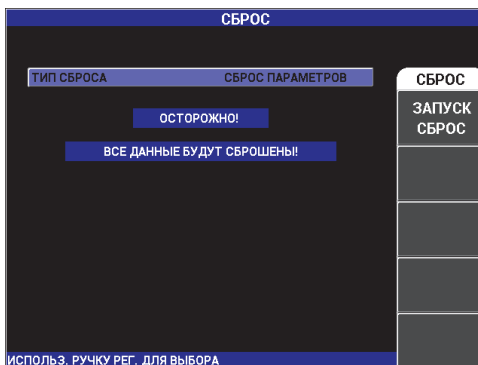

Рис. 4-19 Меню СБРОС
- (1) Для доступа к меню **СБРОС** нажмите клавишу ADV SETUP (⚙️), затем функциональную клавишу E и, с помощью ручки регулировки, выберите желаемый тип сброса: параметры, память или основной (см. Рис. 4-19 на стр. 101 и Табл. 4 на стр. 102).
- (2) Для выполнения сброса нажмите функциональную клавишу A.
- (3) Для выхода из меню нажмите клавишу Return (↩).